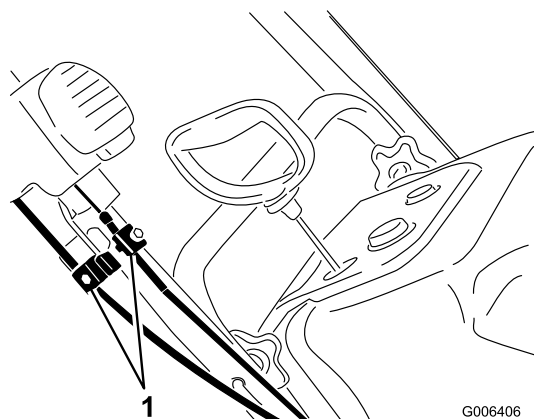

Bild 38
1. Lösen Sie die zwei Quick Shoot Bowdenzugklemmen (Bild 38).